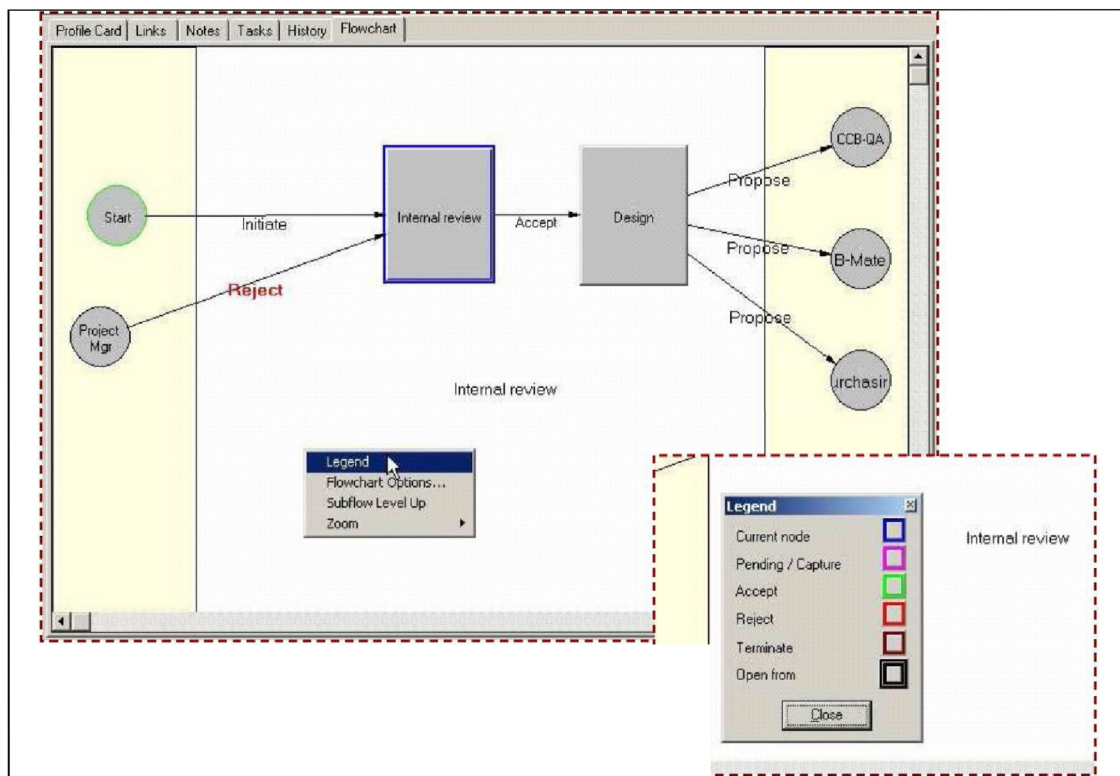

Рис.54. Просмотр блок-схем (Flowchart)
- Щелкните правой кнопкой мыши в области Блок-схемы, и выберите команду «Legend», чтобы увидеть цветовую кодировку для различных статусов узлов блок-схемы (рис. 54).